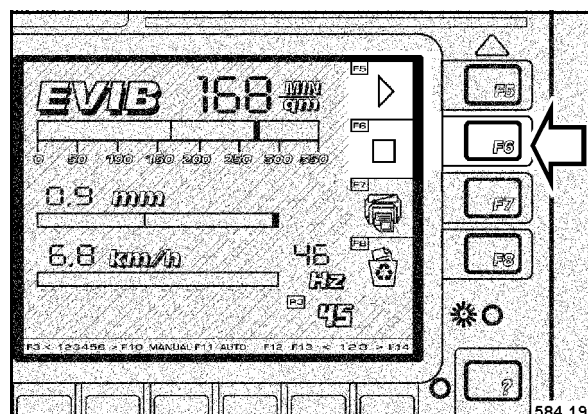

Fig. 126
- Al llegar al final de la pasada, marca 2, hay que pulsar la tecla F6 „STOP“ (Fig. 126).